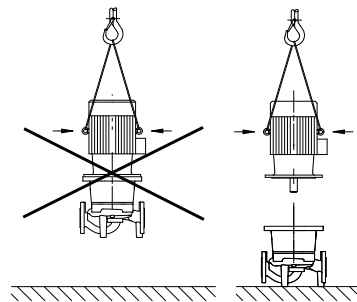

Fig. 7: Transport du moteur
- Les œillets de transport du moteur sont exclusivement dédiés au transport du moteur et non de la pompe complète (Fig. 7).